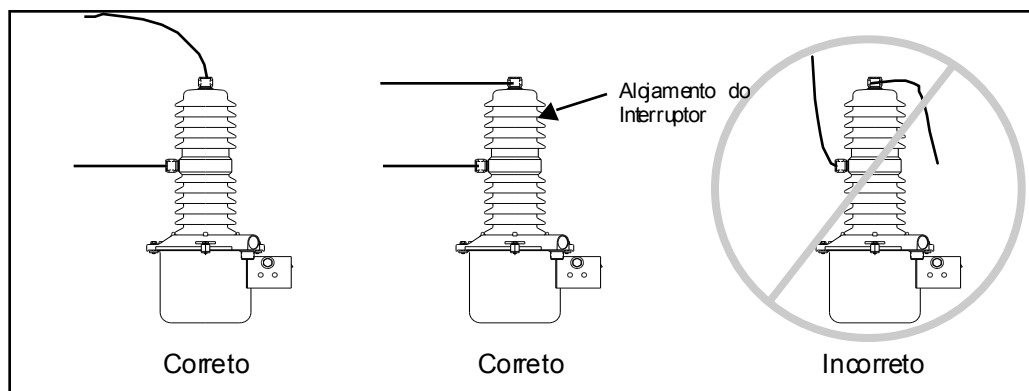

Figura 1: Conexões de Cabo
- As conexões dos cabos de alta tensão devem estar orientadas de forma a evitar aproximações indevidas que afetem o desempenho de interrupção da chave. Os cabos de alta tensão devem estar orientados de forma a manter uma distância mínima de 12" da lateral do alojamento da chave. A Figura 1 demonstra os detalhes de uma instalação correta.